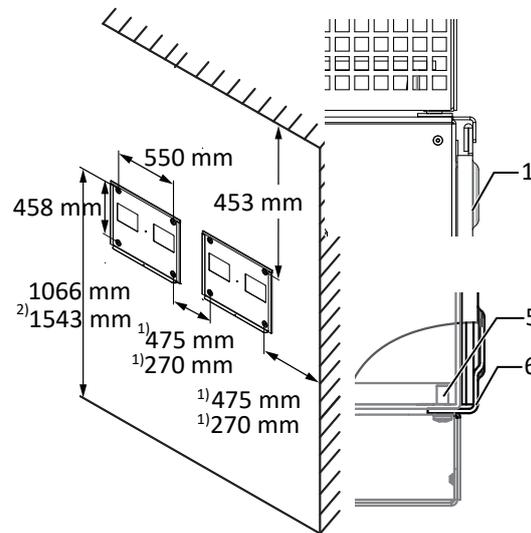

Abb. 12: Wandmontage
- Mindestabstände bei der Montage: [Siehe Abbildung 12 [► Seite 17]
2. Gerät über den Winkel zur Aufhängung in die obere Halterung einführen. Gerät vollständig auf den unteren Winkel aufsetzen, sodass Gerät bündig mit der Rückseite an der Halterung anliegt ([Siehe Abbildung 12 [▶ Seite 17]]).